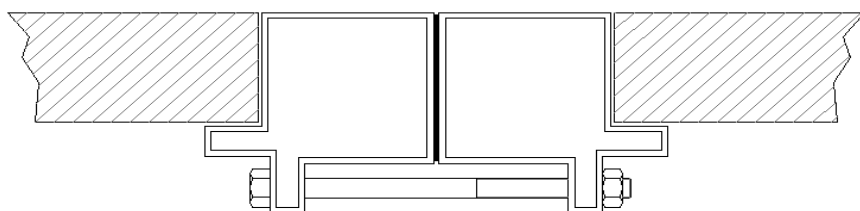
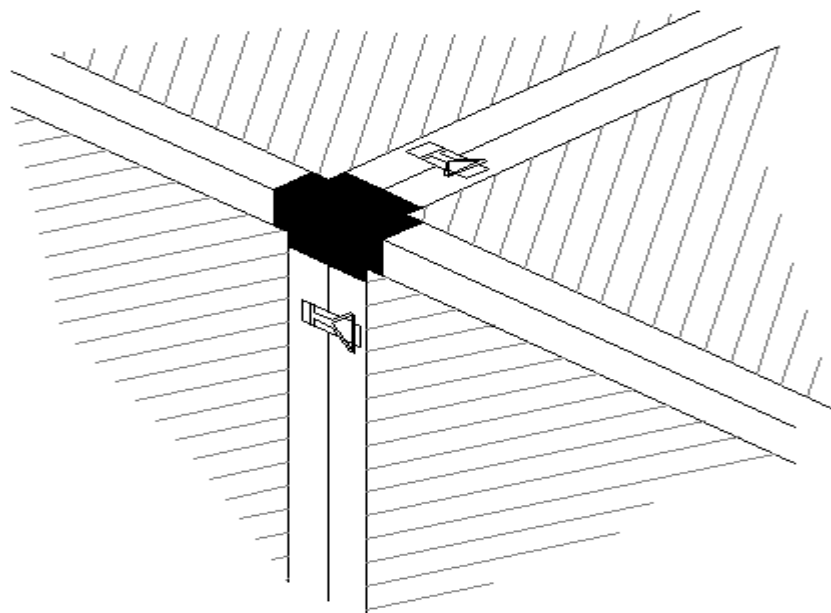

Figura 4.3.1
Figura 4.3.2
- c)** Usando viti M8 dall'interno (figura 4.3.1) oppure tiranti esterni (figura 4.3.2) (a seconda della grandezza e del peso delle sezioni), applicare la forza di serraggio in modo moderato e graduale su tutto il perimetro, sino a che la guarnizione sul profilato sia compressa in modo uniforme.